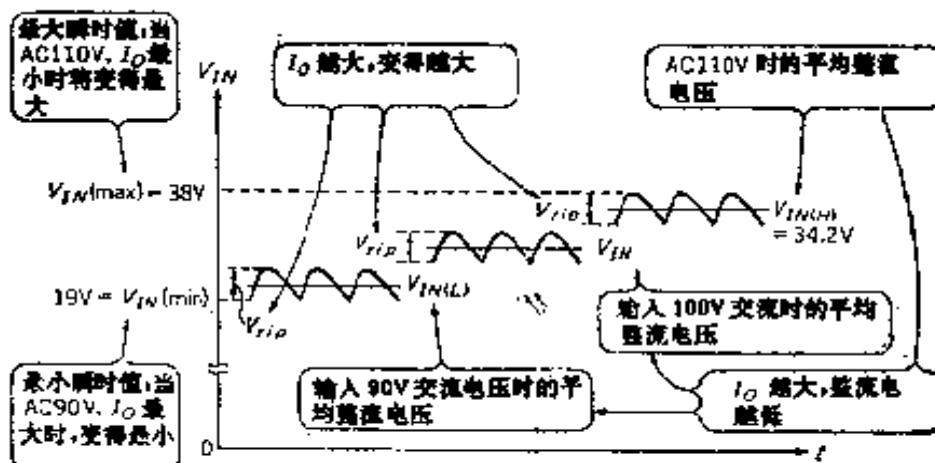

图1-6 整流之后的电压波形
① V_{IN} : V_{IN} 为整流电路的输出电压。由于不是恒定电压，所以将随AC110V电压和 I_o 的变化而变化，如图1-6所示，成为脉动电压❶。其中，尤其重要的是最小瞬时值 $V_{IN}(\text{min})$ ，
❶ 脉动(Ripple): 即使使交流电流整流，也不可能使其完全变为直流，而仍残留着交流成分。这种交流成分叫做脉动电流。